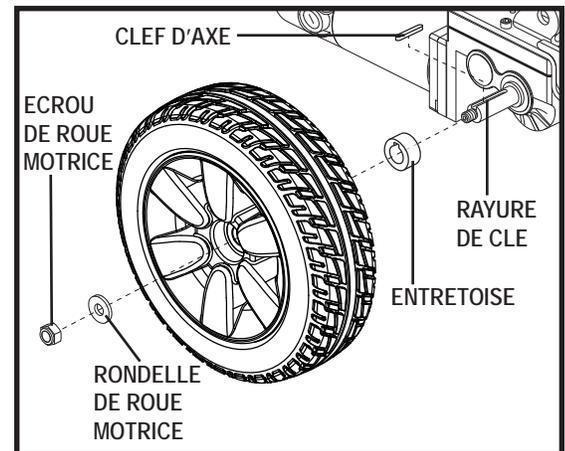

Figure 24. Roue de traction à âme pleine enlèvement
6. Si vous changez un pneu, retirez le entretoise amê pleine. **Voir la figure 24.**